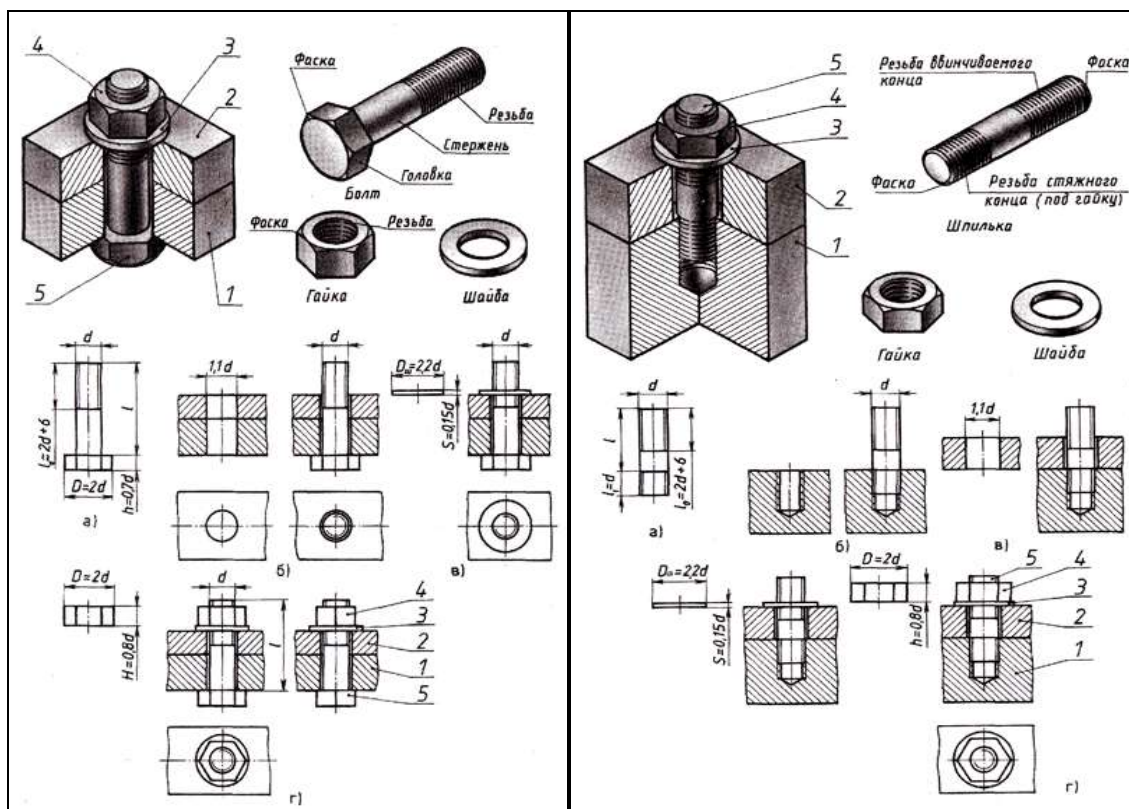

Рис.38,б Соединение болтом и шпилькой
3.Соединение деталей шпилькой применяют тогда, когда в одной из соединяемых деталей в связи с её реконструктивными особенностями нельзя или нецелесообразно сверлить сквозные отверстия. В соединение шпилькой входят: шпилька, шайба и гайка (рис.38,б).
Остальные размеры шпилечного соединения рассчитывают по приведенным условным соотношениям (рис.38,а)